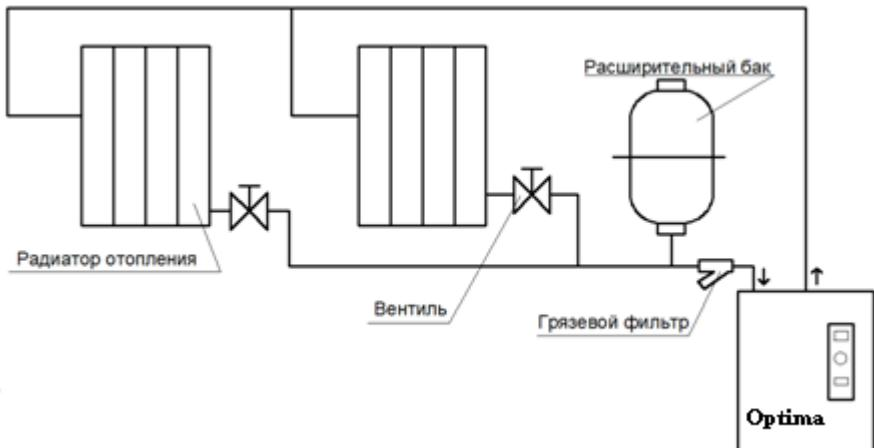

Рисунок 1. Общий вид замкнутой системы отопления
Водонагреватель предназначен для работы в автономной замкнутой системе отопления (см. рис. 1) с рабочим давлением от 1,0 до 3 бар. Подобная система обычно состоит из нескольких обязательных элементов, большая часть которых уже включена в стоимость и конструкцию водонагревателя:
6.10. В системе отопления обязательно должен присутствовать мембранный расширительный бак (см. рис. 1). Объем расширительного бака зависит от объема жидкости в отопительной системе. Расширительный бак можно устанавливать в любой удобной точке системы, и он служит для размещения прироста объема воды вследствие расширения её при нагреве.